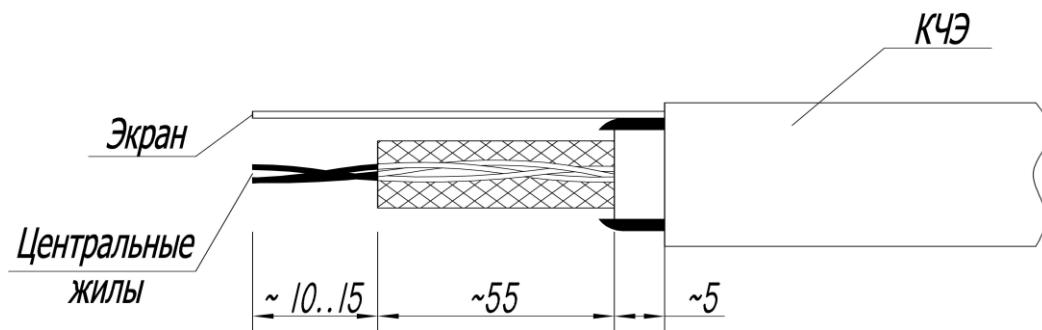

Рисунок 3.8
3.8.1 Разделку кабеля КЧЭ (рисунок 3.8) производить в следующей последовательности: